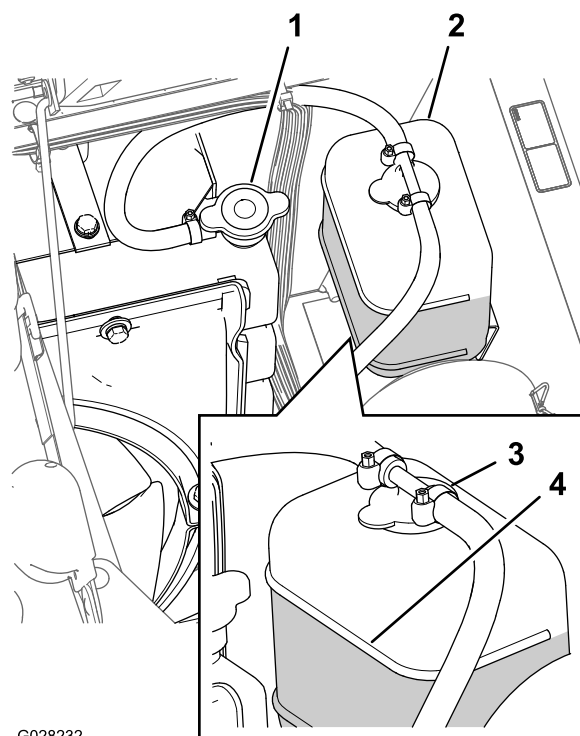

图 85
3. 小心拆下散热器盖和膨胀水箱盖图 85。
注意 散热器中的冷却液应添加至加油颈的顶部而膨胀水箱中的冷却液应添加至水箱上的“已满”标记处图 85。
5. 如果冷却液液位较低请拆下膨胀水箱盖和散热器盖然后将膨胀水箱添加至“已满”标记处将散热器添加至加油颈的顶部图 85。
6. 安装散热器盖和膨胀水箱盖图 85。
2. 发动机冷却后、拆下散热器盖图 85。
6. 拆下散热器盖图 85。
8. 在散热器上的盖子松开的情况下启动发动机图 85。
10. 冷却液变热之后把冷却液液位添加至盖子的密封面处盖紧盖子 (图 85)。
11. 打开膨胀水箱盖向水箱添加冷却液至“冷”位置图 85。